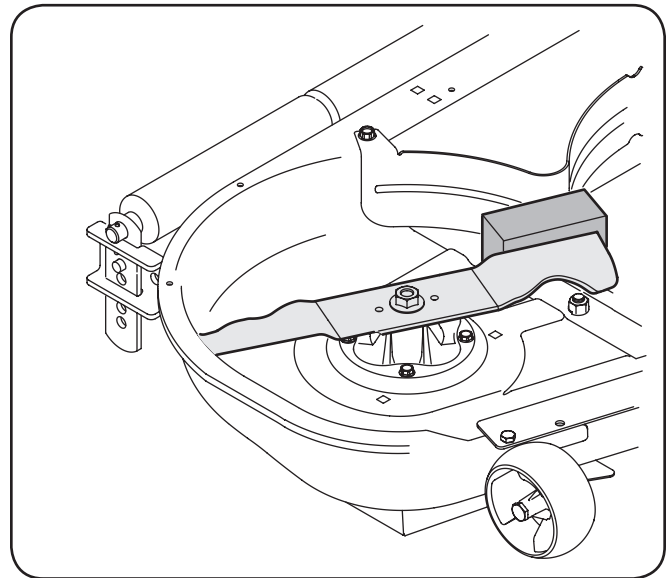

Figure 7-5
2. Placez un morceau de bois entre le boîtier du plateau de coupe et la lame de coupe afin d'empêcher tout mouvement. Voir Figure 7-5.
3. Retirez l'écrou à bride qui fixe la lame à la fusée assemblée. Voir Figure 7-5.